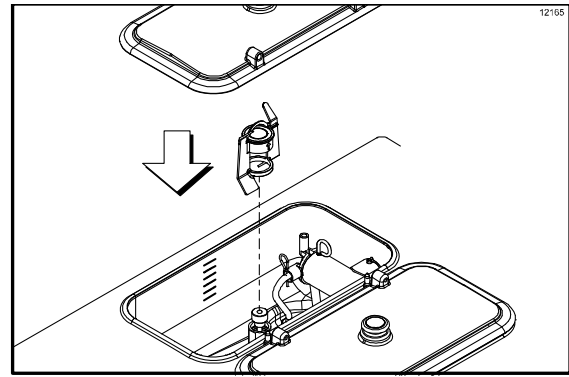

Abbildung 53
8. Die Rührflügelereinheit wieder auf das Rührflügelwellengehäuse aufsetzen. Vorratsbeckendeckel auflegen. (Siehe Abbildung 53.)